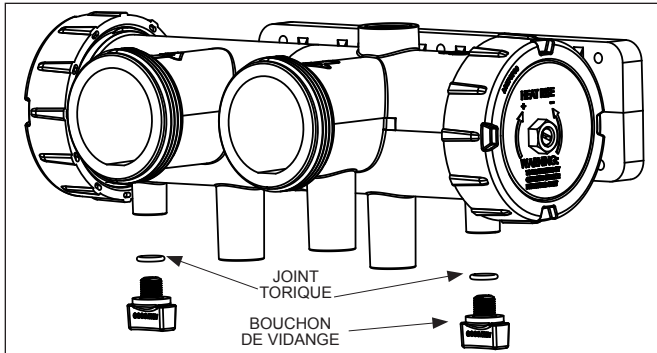

Figure 21. Drainage du réchauffeur
4. Retirer le bouchon de vidange du collecteur d'entrée et de sortie et drainer totalement le réchauffeur avant l'arrivée du premier gel. Voir Figure 21.